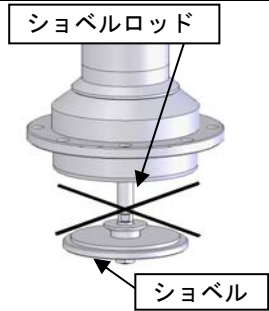

Fig.5 ショベル部分
- ❗ - ポンプ取付けの際、ポンプ下側のショベルが引っ込んでいる状態で取付けてください。ショベル部分が飛び出した状態で取付けると、ショベルロッドを曲げてしまい、ポンプの吸込み不良になります。(Fig.5)
- ❗ - ポンプ本体とショベルの間に手を入れないでください。急な作動により挟まれてケガをする恐れがあります。(Fig.5)